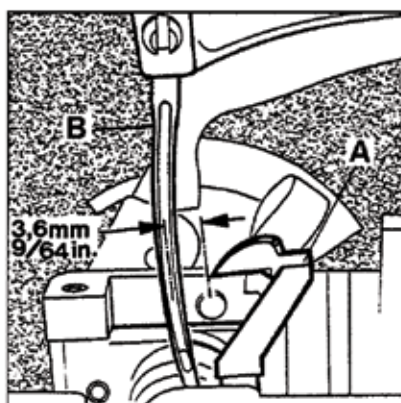

Fig.6A
Set the looper (A, Fig. 6A) to the distance between the center of the needle (B) to the point of the looper of 3.6mm (9/64") when the looper is at its farthest right end position from the needle. Looper gauge 21225-9/64 can be used advantageously in making this setting.
Stellen Sie den Greifer (A, Fig. 6A) so, dass der Abstand von der Nadelmitte (B) bis zur Greiferspitze 3.6 mm beträgt, wenn der Greifer in seiner rechten Endstellung zur Nadel steht. Die Greifereinstelllehre Nr. 21225-9/64 erleichtert diese Einstellung.